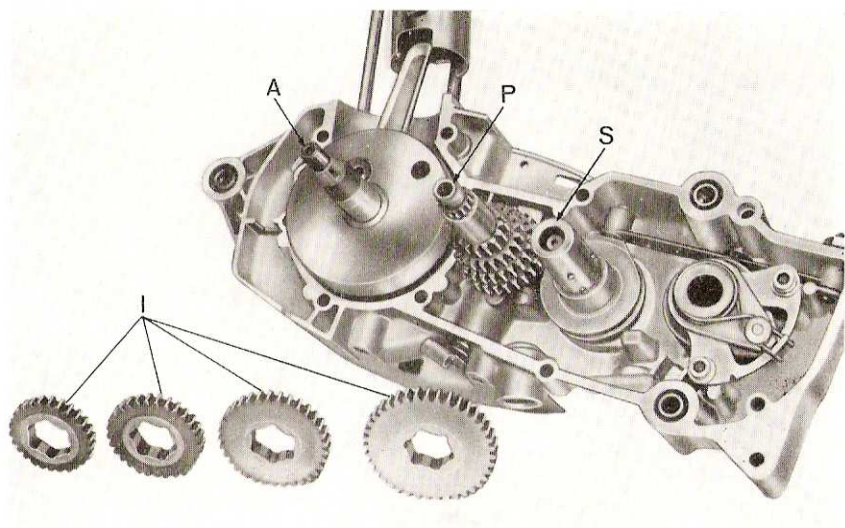

Fig. 26 - Montage de l'arbre moteur et du changement des vitesses
28. Fig. 26 - Engager dans le carter droit l'arbre moteur A